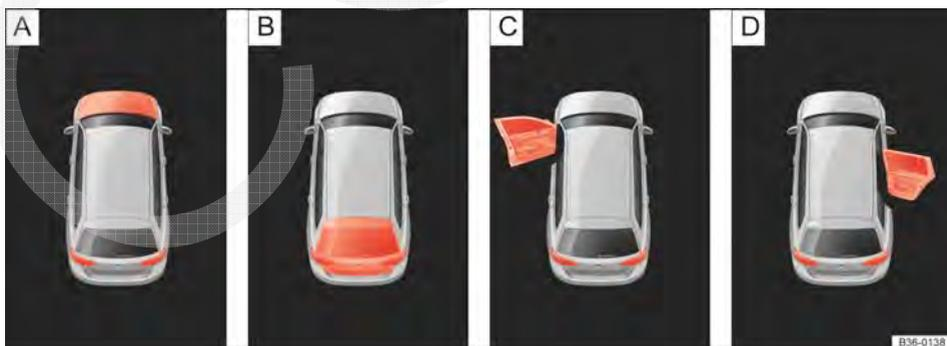

Fig. 48 No display do instrumento combinado: indicadores de status da tampa do compartimento do motor, da tampa do compartimento de bagagem e das portas.
Legenda para Fig. 48:
- Tampa do compartimento do motor, tampa do compartimento de bagagem e portas abertas → Fig. 48